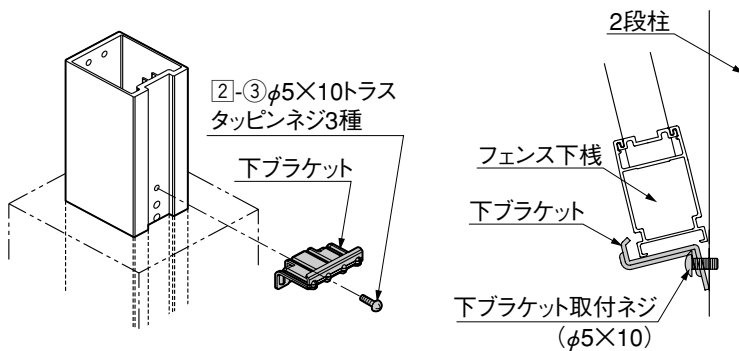

図2-1 下ブラケット取付け図
- ① 下ブラケットを②-③で仮固定してください。(図2-1参照)
- ② フェンス本体を下ブラケットにのせてください。
- ③ 下棧の溝に下ブラケットの先端がはまっていることを確認し、下棧を②-③でしっかりと固定してください。